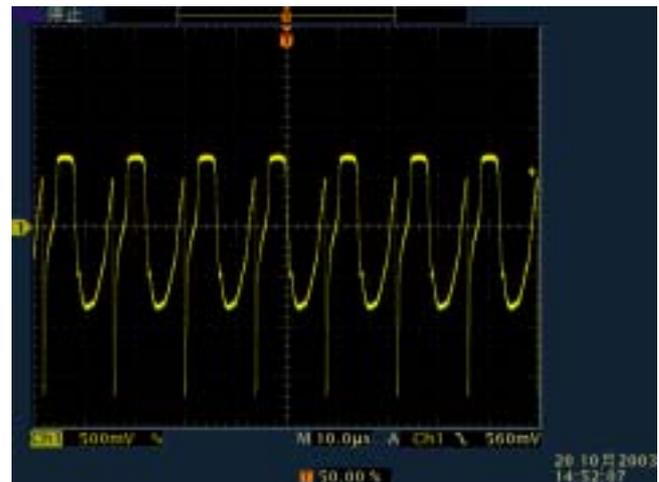

图 9 交流电源供电，预热时的  $V_{BE}$
- 再次短接预热电容  $C_{pre}$  到地，用示波器准备观测  $V_{BE}$ ，打开交流电源开关，此时可以看到镇流器在预热时的波形如图 9，1 - 2S 后关断电源。